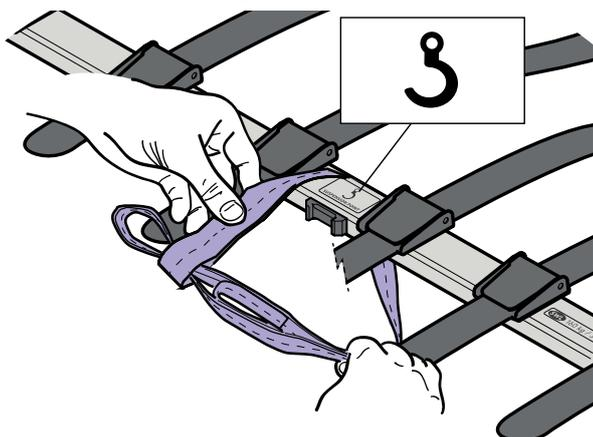

Abb. 9
2. Legen Sie alle Doppelschlaufen-Befestigungsbänder um die richtigen Aufhängungspunkte an der Liegendaufhängung. Siehe Abb. 9.